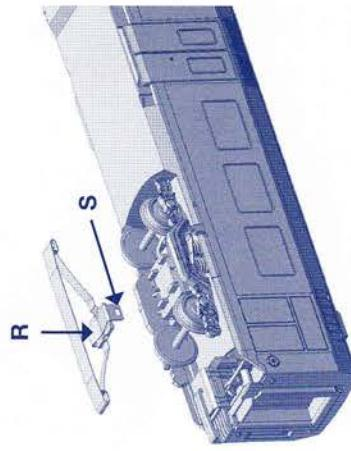
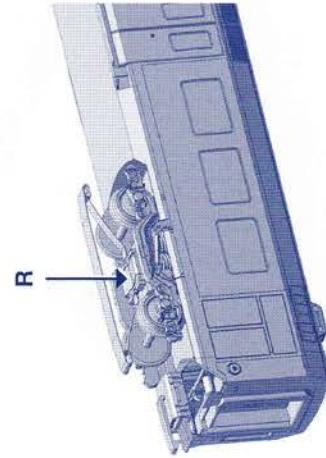

Figure 8
Figure 9
Wenn Sie sich für ein LILIPUT-Modell mit Mittelleiter-Wechselstrom-System entschieden haben, beachten Sie bitte Folgendes: Dieses Modell verfügt über einen eingebauten Digitaldecoder (ESU-Lokpilot), mit dem Sie wahlweise Ihr Fahrzeug analog (16 Volt Wechselstrom) oder digital betreiben können. Über die Funktionsweise des Decoders informiert Sie die beigelegte Betriebsanleitung der Firma ESU. Zur Stromaufnahme vom Schienennetzleiter ist je ein Schleifer am Laufdrehgestell der Endeinheiten eingebaut. (Abb. 8) zeigt den eingebauten Schleifer, im (Abb. 9) sehen Sie den ausgebauten Schleifer mit dem Haltebügel (R). Beim Einbau schnappt der Haltearm (S) leicht mit einem kleinen Schraubendreher nach aussen. Selbstverständlich wurde auch das Radprofil der Radsätze dem üblicherweise verwendeten Gleissystem angepasst.
If you have decided on running your LILIPUT model using a central rail alternating current system, please observe the following: This model has a digital decoder installed (ESU Lokpilot) which can be used to power your vehicle either on an analogue basis (16 volt AC) or digitally. Please consult the instruction sheet supplied by ESU for details on how the decoder works. To collect current from the rail between traction rails, a slider has been installed on each of the articulated bogies of the end units. (**Fig. 8**) shows the installed slider and (**Fig. 9**) shows the slider installed with the retaining bracket (**R**). The retaining bracket snaps simply into two clip-in lugs. When taking apart, please press the retention arm (**S**) slightly outwards using a small screwdriver. Naturally the wheel profile of the wheel sets has also been adapted to the track system commonly in use.